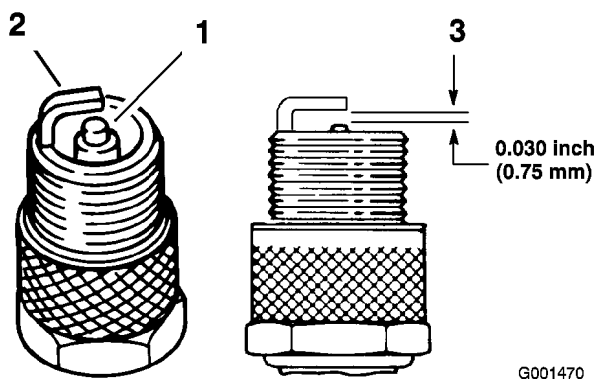

Figure 38
1. Examinez le centre des bougies (Figure 38). Si le bec de l'isolateur est recouvert d'un léger dépôt gris ou brun, le moteur fonctionne correctement. S'il est couvert d'un dépôt noir, c'est généralement signe que le filtre à air est encrassé.
- Contrôlez l'écartement entre l'électrode centrale et l'électrode latérale (Figure 38). Courbez l'électrode latérale (Figure 38) si l'écartement est incorrect.
- Connectez les bougies (Figure 38).